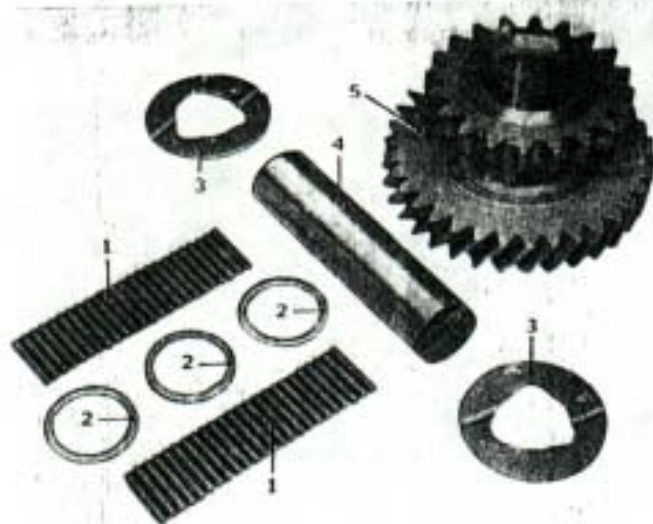

Fig. 306. - Despiece del engranaje y eje intermedio.
- 16) Proceder a armar el conjunto del engranaje intermedio, con sus 48 rodillos (1, Fig. 306) y arandelas separadoras (2, Fig. 306) con la herramienta HS-81, que hace las veces de eje, lubricándolo.
- 17) Colocar las arandelas de empuje (3, Figura 306), haciéndolas calzar en sus ranuras y pegándolas con grasa, y presentar el eje (4, Fig. 306) desde atrás (lado del seguro) e introducirlo hasta
Colocar el engranaje intermediario (5, Fig. 306) (34 y 20 dientes), con el engranaje grande hacia la caja de velocidades, impulsar mediante un martillo plástico el eje intermediario hacia adentro, el que desalojará a la herramienta HS-8i; teniendo la precaución de orientar la ranura del eje hacia el orificio para el seguro. Llegado a su posición colocar la placa de traba, la arandela de seguridad y el bulón de fijación. Apretar éste a una torsión de 1,7-2,1 mkg (12-15 pie-lbs).